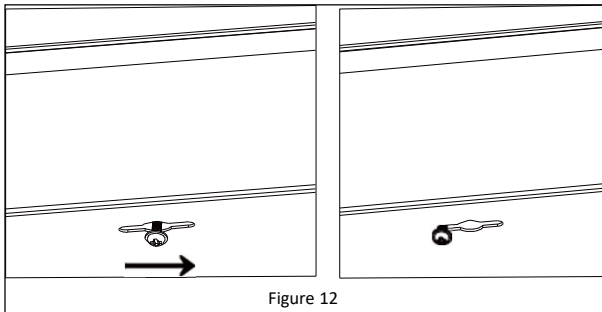

Figure 12
8. Guide the heads of the four wood screws into the keyhole slots and slide the fixture base in the direction such that the wood screw heads rest over the narrow part of the keyhole slot. Ensure that the fixture is supported and tighten the four wood screws until the fixture is secured to the mounting surface. **See Figure 12.**
8. *Guidez les têtes des quatre vis à bois dans les fentes en trou de serrure et glissez la base du luminaire de façon à ce que les têtes des vis à bois soient dans la partie étroite des fentes en trou de serrure. Assurez-vous que le luminaire est soutenu et serrez les quatre vis à bois jusqu'à ce que le luminaire soit fixé à la surface de montage. **Reportez-vous à la Figure 12.***